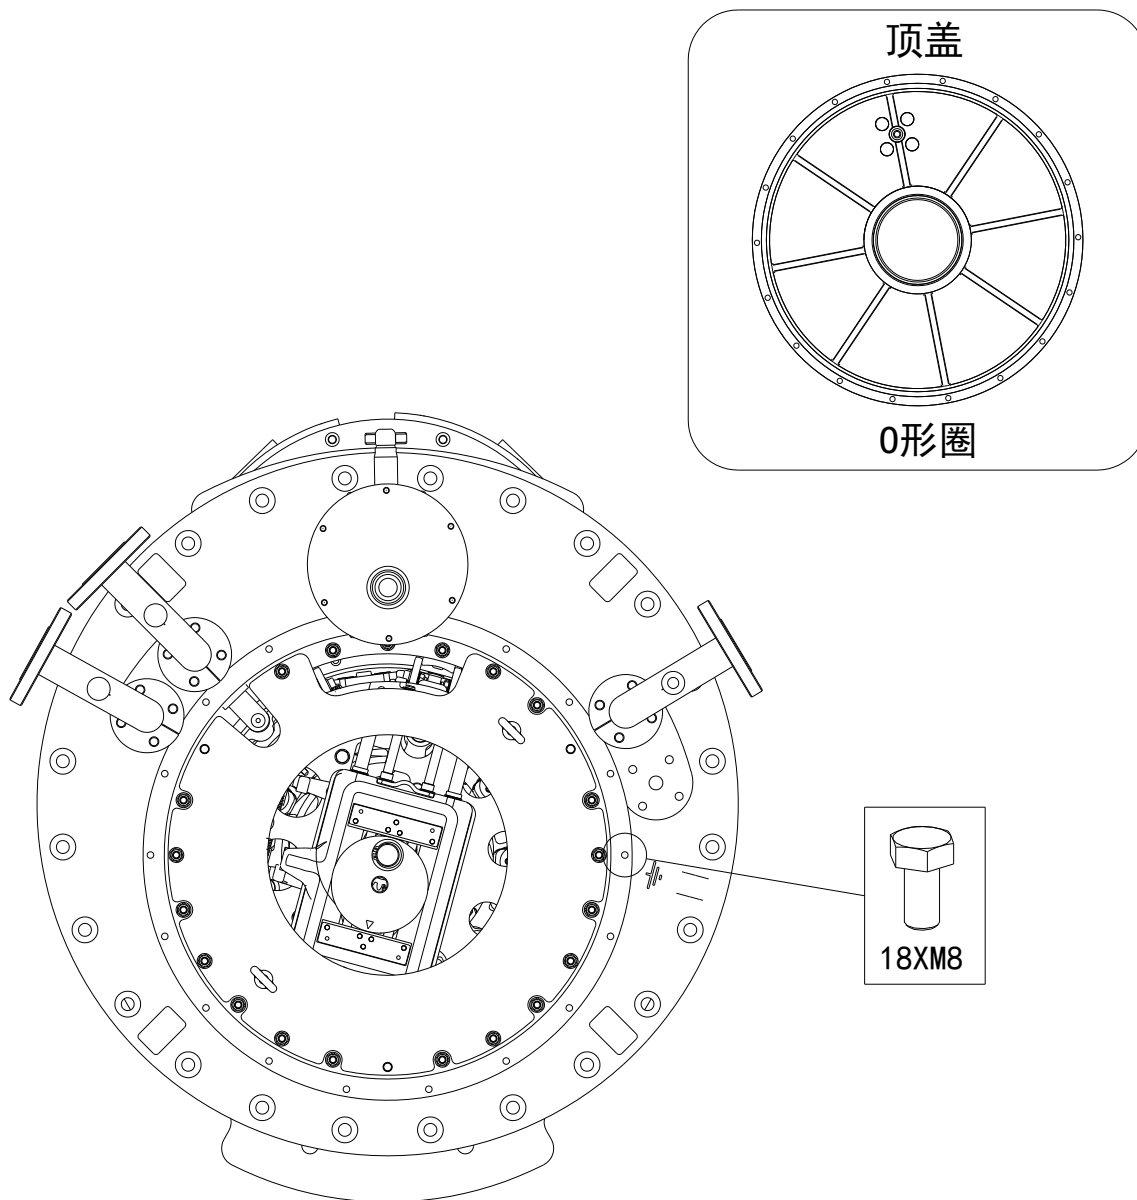

图 5-3 开关顶盖拆卸示意图
- ✓ 在拆卸和其他作业过程中要避免损坏开关顶盖和开关安装法兰的密封面（O 形密封圈，见图 5-3）。